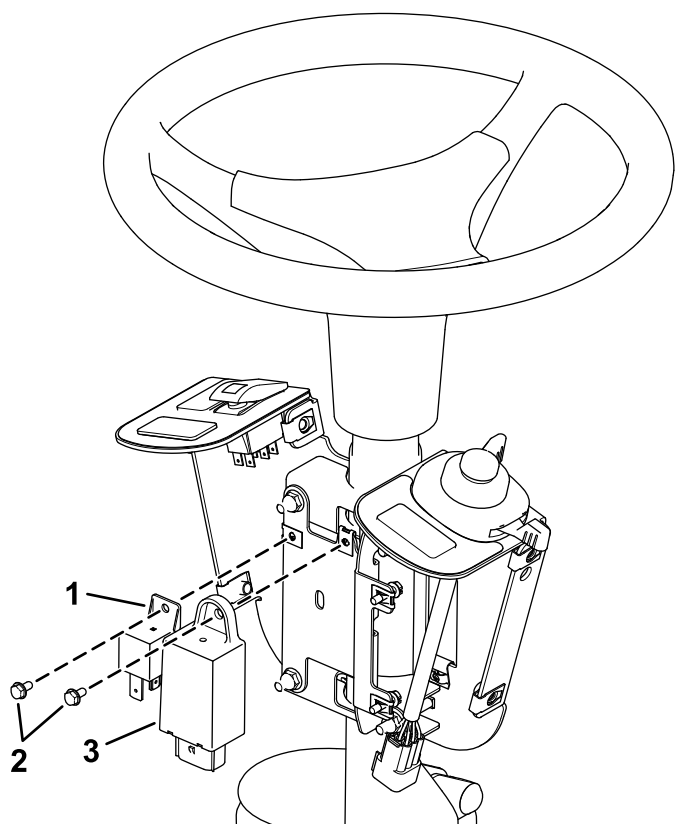

Figura 7
4. Montate il lampeggiante e il relè sulla piastra di supporto fusibili con 2 viti (n. 10 x 3/8"), come mostrato nella Figura 7